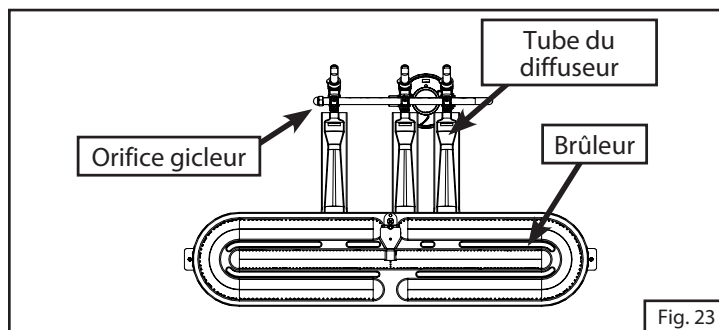

Fig. 23
1. Il est important de bien placer le brûleur en fonction de l'orifice. Pour assurer que le tube du diffuseur est bien positionné, servez-vous d'un tournevis pour retirer le panneau de commande. Le tube du diffuseur devrait se trouver par-dessus le raccord de l'orifice. Voir la figure 23 (panneau de contrôle non montré).